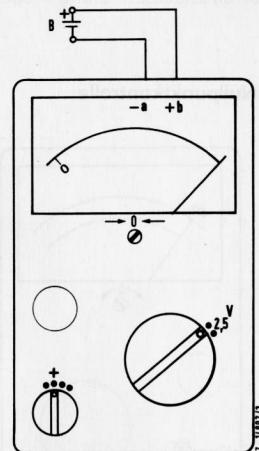

Bild 5
- Polwender (2) in Stellung „+“ drehen
- Meßbereichwahlschalter (1) in Stellung „2,5 V“ schalten
- Meßgerät nach Bild 5 anschließen.